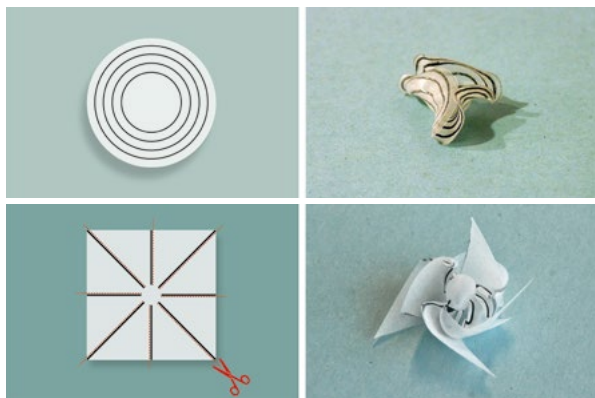

Abb. 8 | Vorher–Nachher
- Musterstücke werden hergezeigt. Mögliche Muster aufgezeigt. Tipp: Einfache geometrische Muster und eine reduzierte Formsprache in der Linienführung ergeben die spannendsten Ergebnisse. Der Farbauftrag sollte nicht zu leicht stattfinden. (→ Abb. 8)